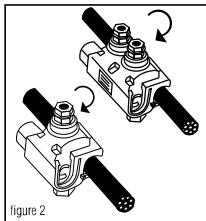

figure 2
2. Position the main (or feeder) side of the connector around the run cable and tighten the bolt finger tight. **See figure 2.** If required, loosen the bolt slightly to allow the connector to open completely. **DISASSEMBLY NOT RECOMMENDED.** The plastic "Turbo" spacer holds the connector open which eases installation and ensures proper connections.
2. Coloque el lado principal (o de alimentación) del conector alrededor del cual se hace la derivación y apriete firmemente el dedo del perno. **Vea la ilustración 2.** Si hace falta, afloje el perno ligeramente para permitir que el conector se abra completamente. **NO ES RECOMENDABLE DESARMAR EL CONECTOR.** El espaciador "Turbo" de plástico mantiene al conector abierto, lo cual facilita la instalación y asegura que las conexiones se hagan correctamente.